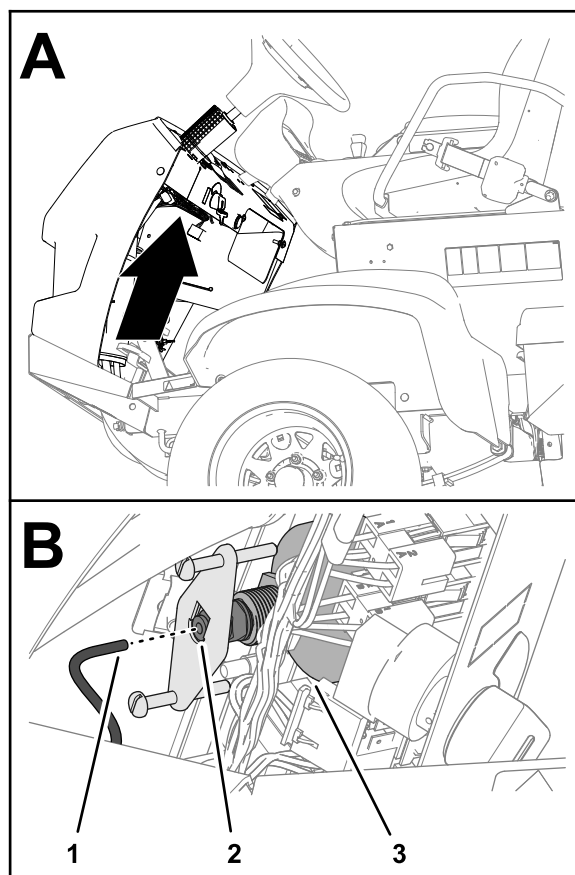

Figure 122
5. Détachez le tube au dos du manomètre et placez l'extrémité dans un bac (Figure 122).